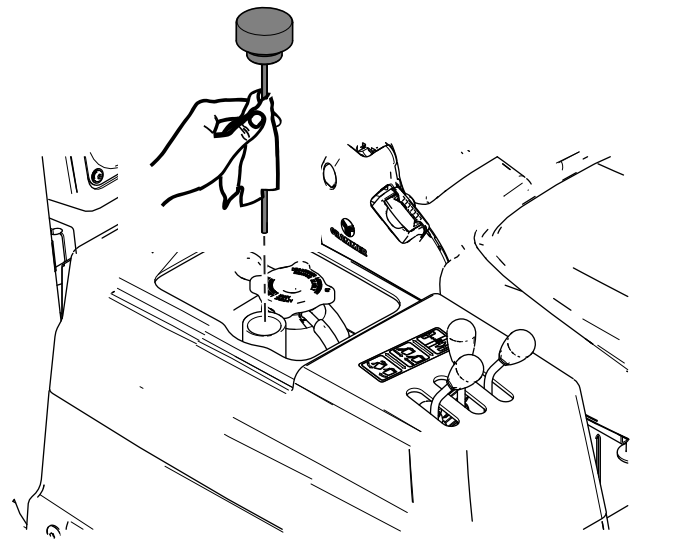

Figure 82
4. Sortez la jauge du réservoir hydraulique et essuyez-la sur un chiffon propre (Figure 82).